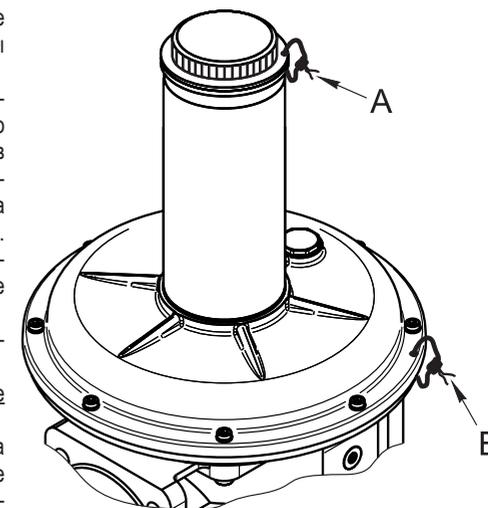

Рис. 8
4.8 Пломбирование (рис. 8).
4.8.2 Для пломбировки используйте проволоку диаметром 0,8 - 1,5 мм, которую необходимо протягивать через отверстия, расположенные в защитной пробке и плоскости соединения корпусных деталей (рис. 8, места А и Б). Пломбировка места Б произведена на заводе-изготовителе. Пломбировка места А осуществляется после настройки регулятора на необходимое выходное давление.